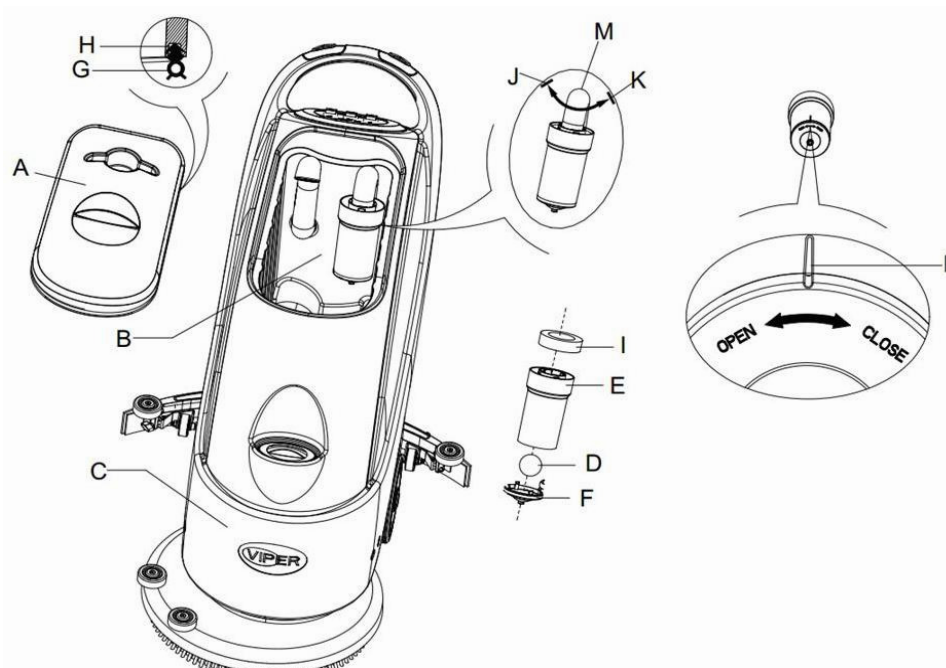

Figura 16
2. Pressione o interruptor de energia (41) para a posição “O” para desligar a máquina.
3. Abra a tampa do tanque de recuperação (A, Figura 16), e retire o dispositivo de flutuação (36) do tanque de recuperação.
4. Utilize água pura para limpar a tampa (A), o tanque de recuperação (B e C), e o encaixe de suporte do filtro de flutuação (E). Drene toda a água do tanque através do tubo de recuperação (15).
5. Se necessário, seguindo os símbolos “Abrir” e “Fechar” como mostrado na Figura 16, abra a tampa inferior (F) do filtro de flutuação e limpe o objecto flutuante (D), o encaixe de suporte de filtro de flutuação (E), e a esponja do filtro (I). Após a limpeza, fixe o objecto de flutuação ao encaixe de suporte de filtro de flutuação (E), e alinhe a ranhura (L) da tampa inferior (F) do filtro de flutuação com a ranhura (L) encaixe de suporte de filtro de flutuação (E). Aperte bem a tampa inferior (F) do filtro de flutuação, e fixe a esponja do filtro (I) no encaixe de suporte de filtro de flutuação (E), e de seguida no tubo de vácuo (M).
- Verifique a solidez do anel de selagem (G) da tampa do tanque de água.
Se necessário, a fita de selagem do tanque de água (G) pode ser retirada da ranhura (H) e substituída. Quando montar uma fita de selagem para o tanque de água, como mostrado na Figura 16 abaixo, instale o conector na secção do meio da parte traseira.
- Verifique se a superfície receptora da fita de selagem (G) está intacta e sela adequadamente.
- Feche a tampa do tanque de recuperação (A).